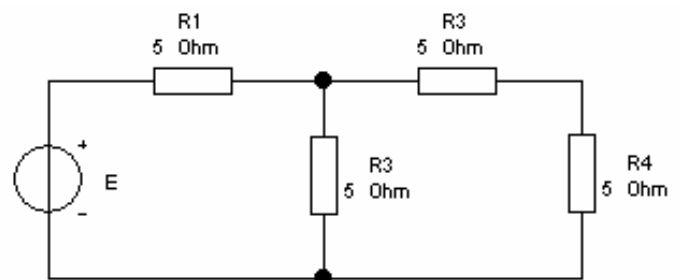

Рис. 2.4.
2.7.3. На рис.2.4. приведена схема електричного кола. Відомо, що через резистор R_2 протікає струм $I=1\text{А}$. Визначити е.р.с. ідеального джерела напорах і струми, що протікають через резистори.